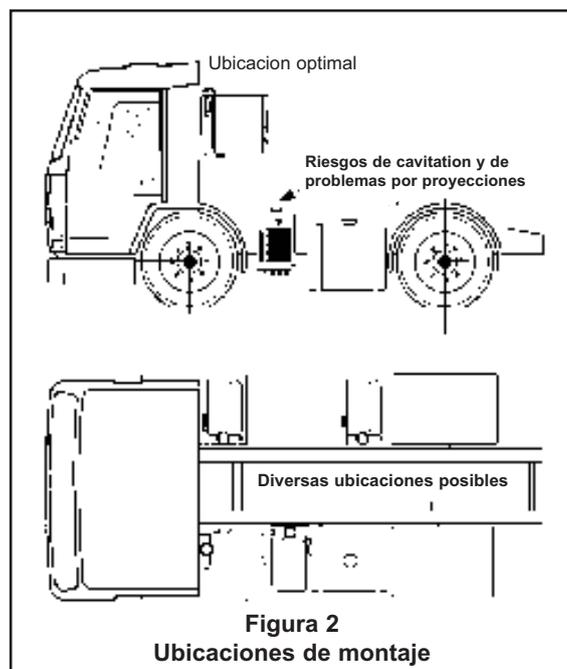

Figura 2
- No montar el HYDRIVE cerca de las ruedas para evitar proyecciones de la carretera, y proteger así el radiador de los impactos de residuos, piedras, etc. (ver Figura 2).